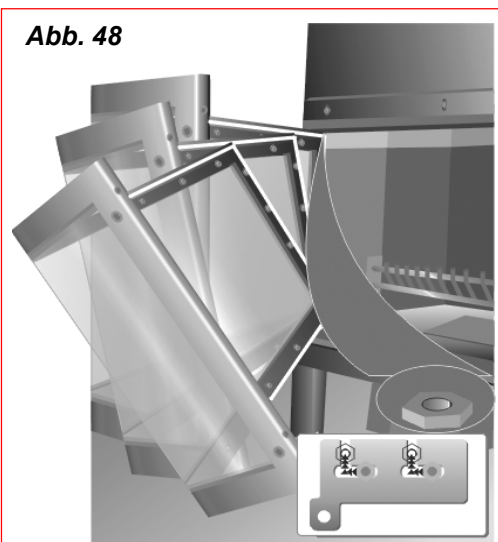

Abb. 48
- Scheibe leicht nach unten drehen (Abb. 48), bis sie sich aus der oberen Halterung löst. Zusammen mit der Sichtscheibe wird auch die Halterung herausgezogen, mit der diese am Kamin befestigt war.